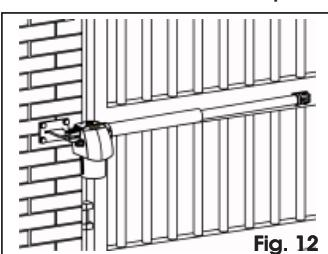

Fig. 12
**⚠ El operador G-BAT está disponible en versión derecha e izquierda. El operador siempre ha de estar posicionado como se indica en la Fig. 12. Por operador derecho se entiende el operador que, mirando la cancela por el lado en el que se instala el operador, se encuentra a la derecha de la hoja (o en la hoja)**